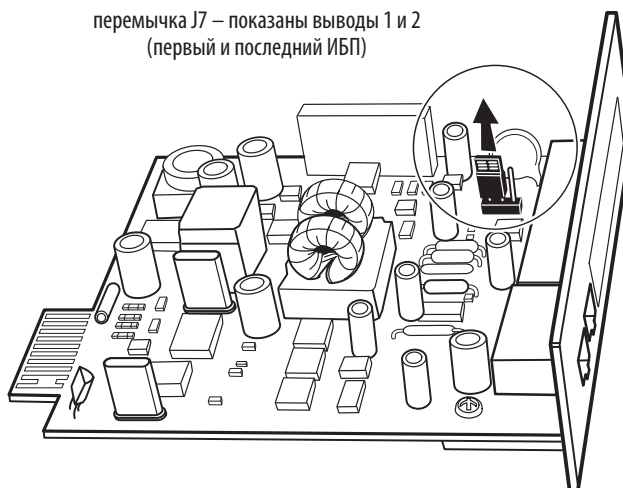

Рисунок 42. Извлечение перемычки J7 (вид сбоку)
5. При наличии в плате Powerware Hot Sync CAN Bridge перемычки J7 извлеките ее (см. рисунок 42 на странице 46).
- d. Снимите и удалите перемычку J7 (см. рисунок 42).